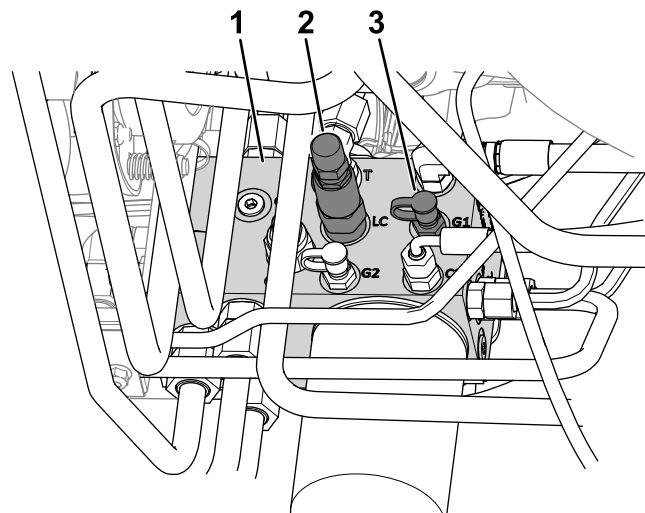

図 20
4. テストポートG1 というラベル 図 20を参照に圧力計を取り付ける。
5. 昇降マニホールドの側面で、テストポートG1 というラベル 図 20を参照についているキャップを外す。
6. 重量移動スプールLC というラベル 図 20を参照についているジャムナットをゆるめる。